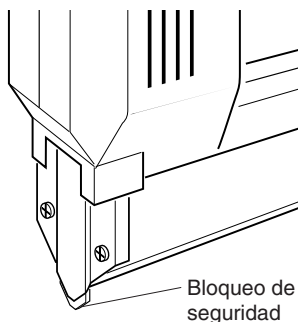

Figura 6
3. Agarre la herramienta con firmeza y sosténgala contra la superficie de la pieza de trabajo. Presione lo suficiente el bloqueo de seguridad. El bloqueo de seguridad de la herramienta está a la salida del clavo (vea la Figura 6).